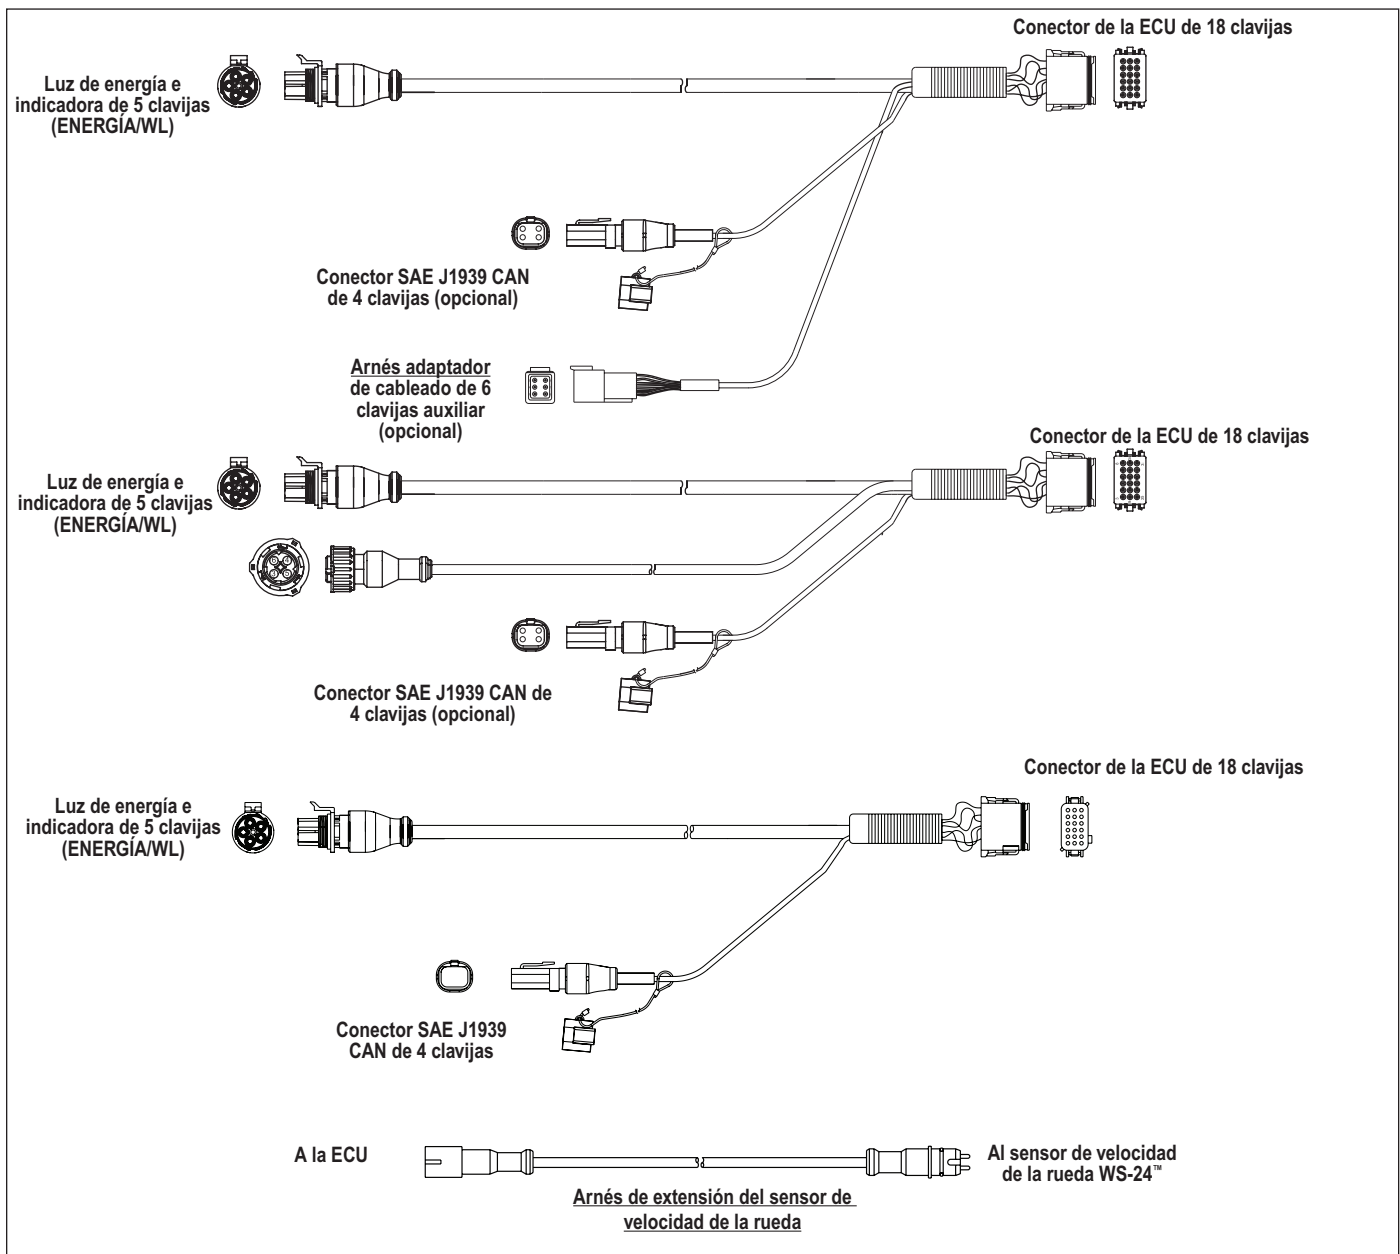

FIGURA 6 - EJEMPLOS DE LOS ARNESES ADAPTADORES DE CABLEADO
- **Arnés adaptador de cableado:** es necesario un arnés adaptador de energía y hay disponibles variaciones que incluyen subarneses, según se requieran. Consulte la figura 6.
Consulte la figura 6.